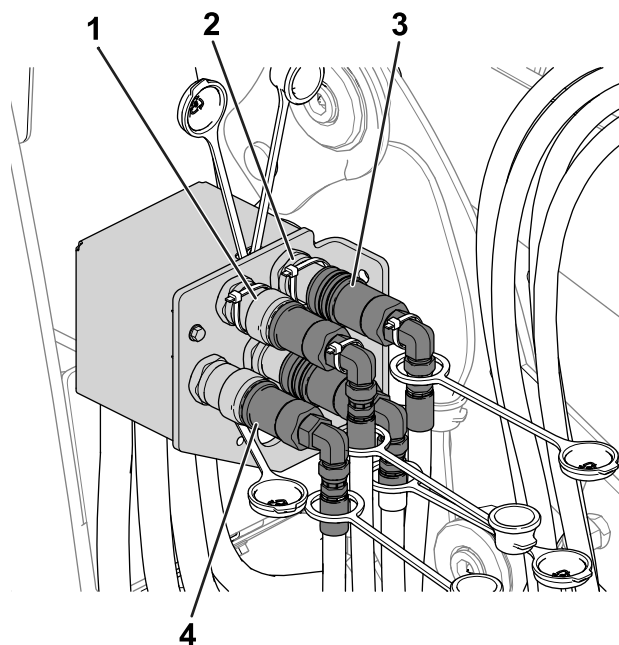

Figura 48
7. Attenersi ai seguenti passaggi per scollegare i giunti idraulici (Figura 48)